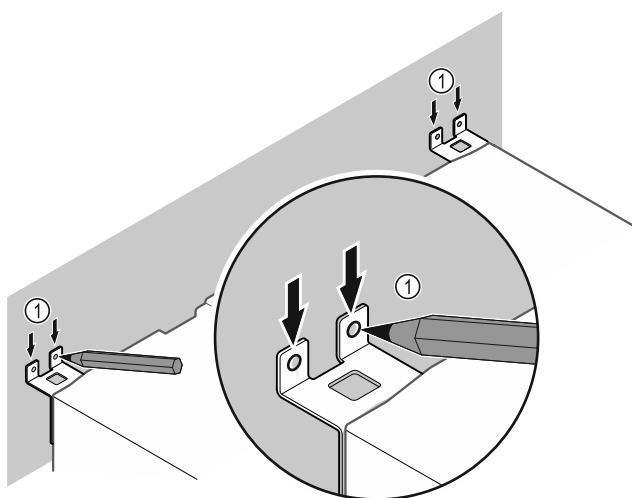

Fig. 12
- Vendosni shenjat në mur Fig. 12 (1).